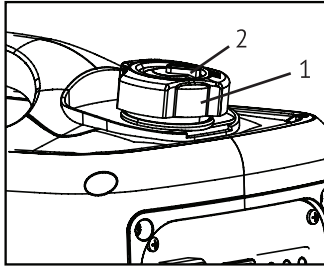

Рис. 7
Крышка топливного бака 1 (рис. 7) обеспечена воздушным клапаном 2 (рис. 7). Воздушный клапан должен быть выставлен на «ВКЛ.». Это позволит горючему поступать в карбюратор для работы двигателя. Если генератор не используется, воздушный клапан должен находиться в положении «ВЫКЛ.».
- Поверните воздушный клапан 2 на крышке топливного бака (рис. 7) в положение «ВКЛ.»